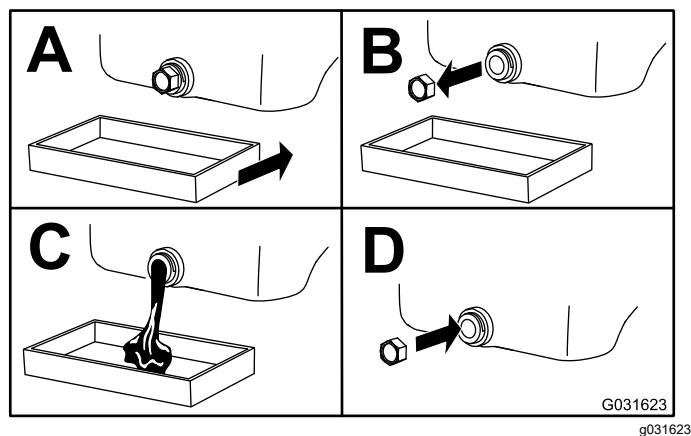

Figura 42
4. Cambie el aceite del motor, según se muestra en la Figura 42.